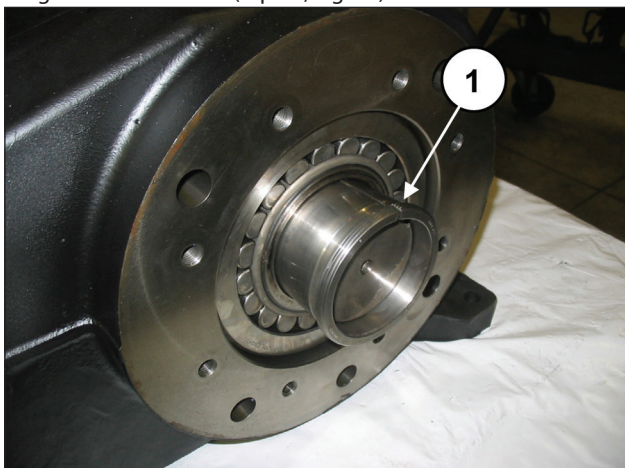

Fig. 45
Monter à la main la douille de pression pour maintenir l'alignement de l'arbre (rep. ①, Fig. 45).